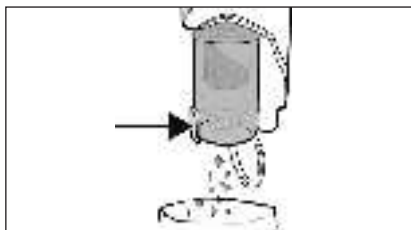

Fig. 16
- 1) Hold støvbeholderen **7** over en affaldsspand, og tryk på oplåsningsknappen til støvbeholderdækslet **8**. Støvbeholderdækslet **9** åbner sig, og indholdet falder ned i spanden (se fig. 16). Luk støvbeholderbeholderdækslet **9**.